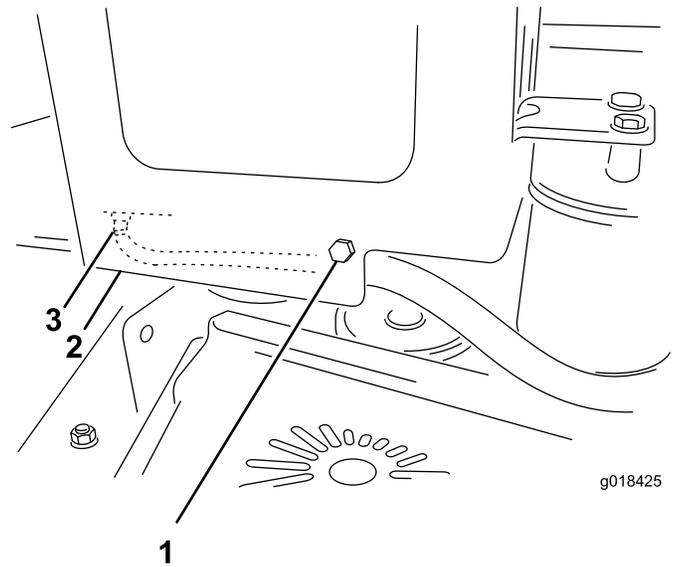

Figure 3
2. Débranchez le flexible basse pression du raccord avant situé sous le réservoir hydraulique (Figure 3).
1. Retirez le boulon, l'écrou et le collier en R qui fixent le flexible qui relie la pompe droite au support du réservoir hydraulique (Figure 3).